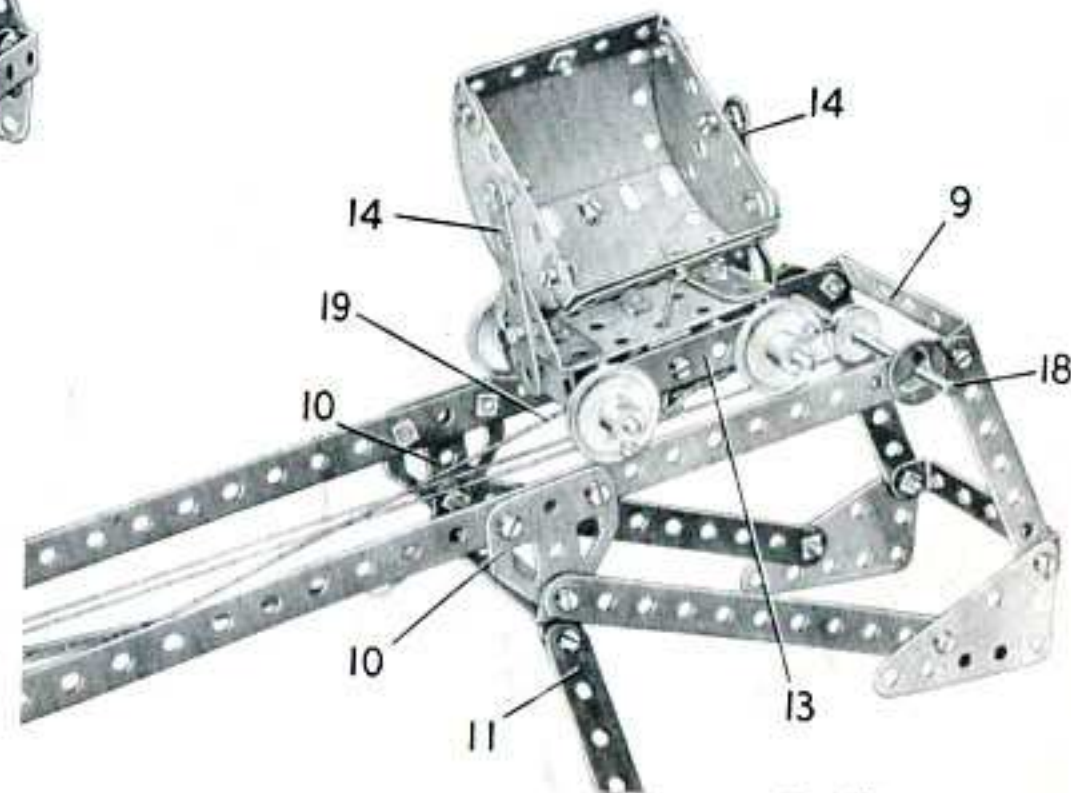

Fig. 4.34b
Une plaque à rebords de 6 x 4 cm. sert de base au chariot basculant. Une bande de 5 trous (13) est fixée de chaque côté par une bande coudée de 38 x 12 mm. (fig. 4.34b). Les bandes de 5 trous servent de support à deux tringles de 9 cm. qui portent des poulies de 25 mm. Les extrémités de la benne sont des plaques semi-circulaires réunies par deux bandes coudées de 60 x 12 mm. Les deux plaques cintrées de 43 mm. de rayon qui forment le fond et les côtés de la benne sont boulonnées sur les bandes de 5 trous.
La corde (19) (fig. 4.34b) commande le déchargement du chariot. Cette corde est attachée à une bande coudée (20) et passe dans un trou de la base du chariot. Elle est reliée à l'un des côtés de la benne. La longueur de cette corde doit être ajustée de façon que la benne bascule quand le chariot atteint l'extrémité des rails.